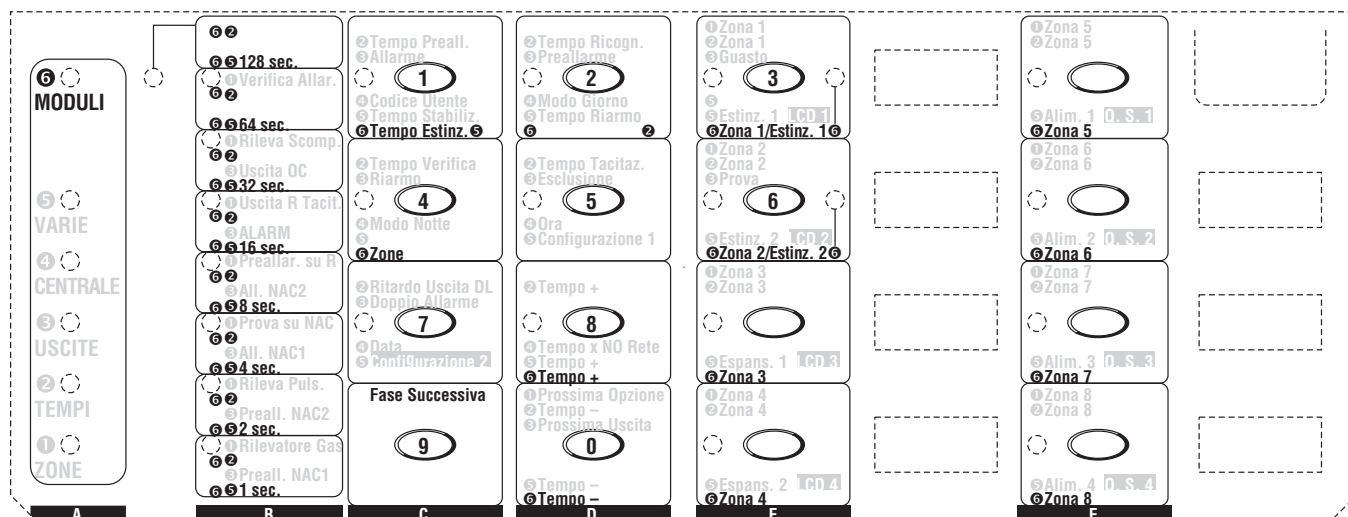

Figura 34 Programmazione moduli
La spia **MODULI** lampeggia per indicare che si stanno programmando i parametri dei Moduli di Estinzione: in questa fase il significato delle spie e dei pulsanti è quello indicato dalle scritte precedute dal numero ⑥, come mostrato in Figura 34.